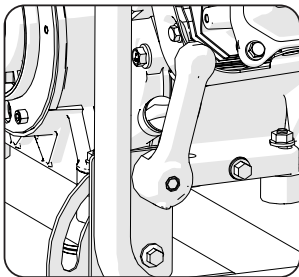

Fig. 19
- Rimuovere il tappo di scarico dell'olio in maniera tale che l'olio possa spurgare completamente dal motore. (Fig. 19)